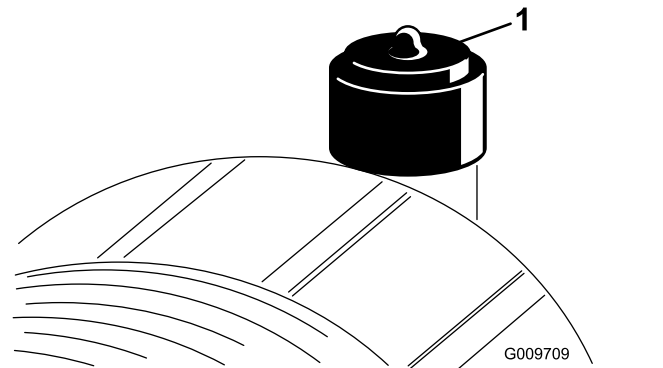

Figure 44
- Remplacez l'élément du filtre à air quand l'indicateur de colmatage (Figure 44) est rouge. Ne nettoyez pas l'élément du filtre à air trop souvent.